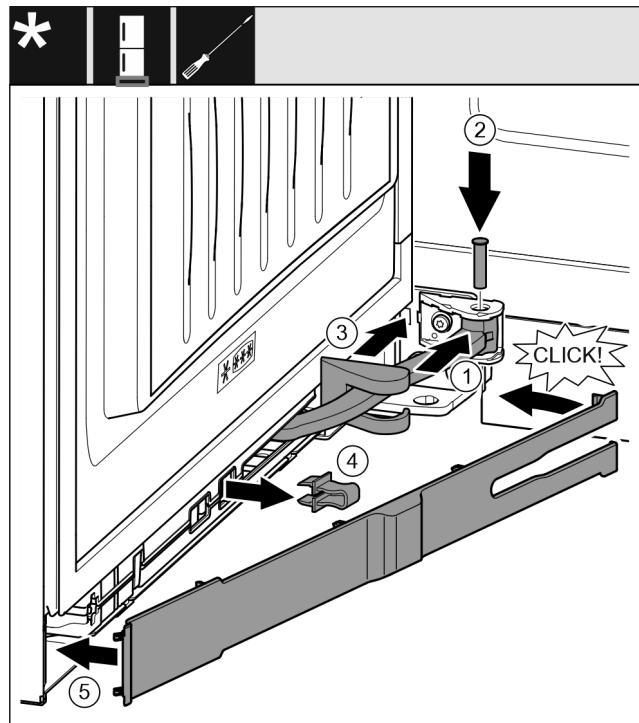

Fig. 38
- Kľú otočte v závese. Fig. 38 (1)
- Skrutkovačom T15 nasadte čap do závesu a kľubu. Pritom dbajte na to, aby sa zaistovací doraz nachádzal správne v drážke. Fig. 38 (2)
- Kryt ložiskovej konzoly posuňte pozdĺž kľuba a namontujte ho nad záves. Fig. 38 (3)
- Vyberte poistku. Fig. 38 (4)
- Kryt nasadte na strane rukoväte a priklopte. Fig. 38 (5)